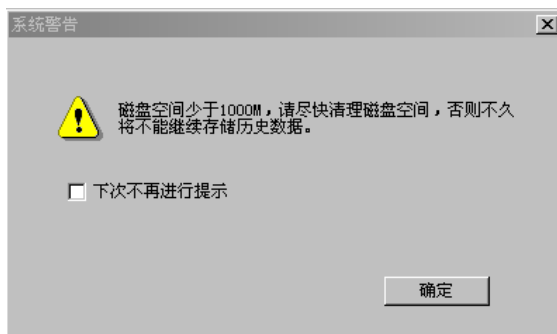
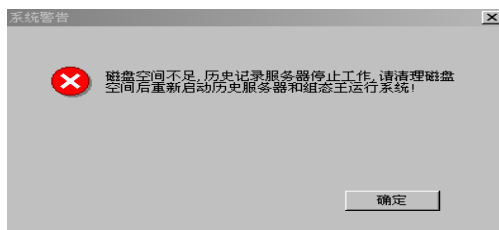

图 24.6 硬盘空间小于设定值时的提示
图 24.7 硬盘空间小于 50MB 时的提示
- **数据存储所在磁盘空间小于：**磁盘存储空间不足时报警。当历史库文件所在的磁盘空间小于设置值时（设置范围 100—8000），系统运行后，将检测存储路径所在的硬盘空间，如果硬盘空间小于设定值，则系统给出如图 24.6 所示的提示：
此时工程人员应该尽快清理磁盘空间，以保证组态王历史数据能够正常保存。如果在上图中选择了“下次不再进行提示”，则系统以后不再会出现如图 24.6 所示的提示，否则每隔 1 分钟提示一次。如果组态王运行系统检测到用于历史数据存储的硬盘空间过小（小于 50M），则会给出如图 24.7 所示的提示：